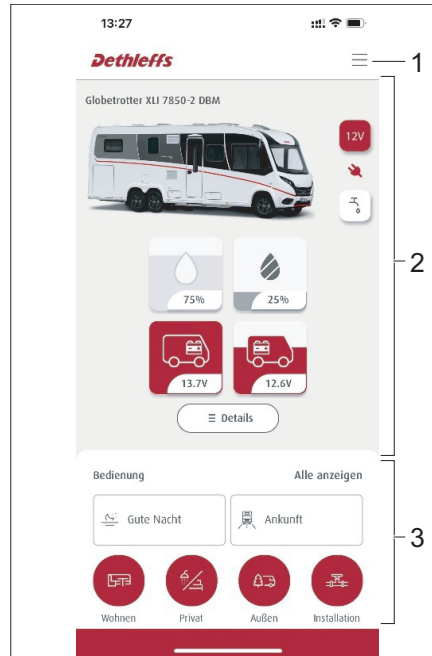

Bild 302 Aufbau der Dethleffs Connect App
- Menü-Bereich (Bild 302,1)
- Informationen zum Fahrzeug (Bild 302,2)
- Bereich Bedienungen und Szenarios (Bild 302,3)